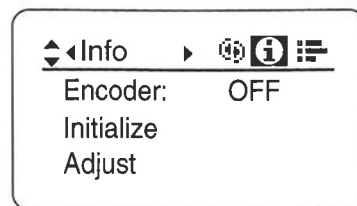

Fig7-1
2. Set キーを押し、左右キーを押し、Info 画面を表示させてください。(Fig7-1)